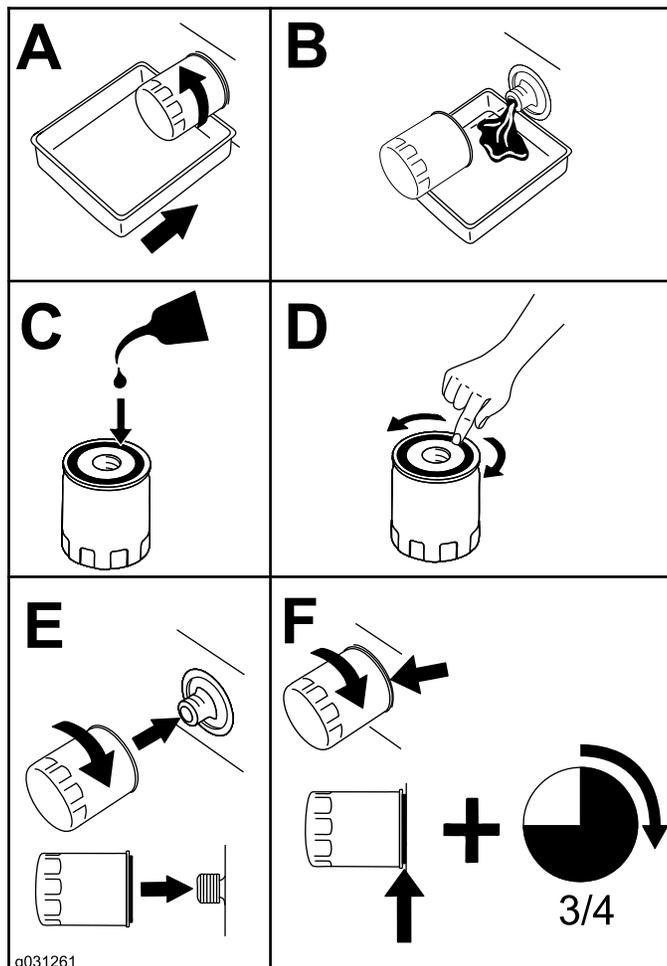

図 54
4. 図 54 に示す手順でエンジンオイルフィルタを交換します。